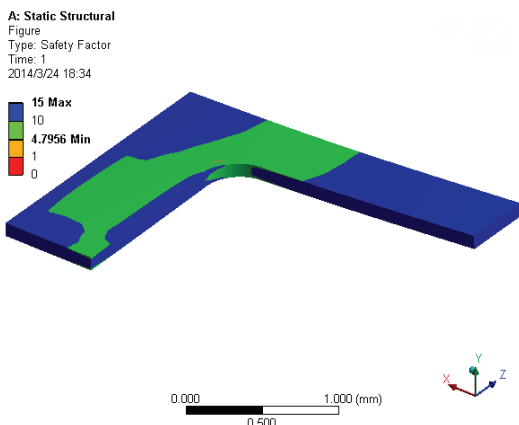

图 25-34 安全系数云图
11) 在 Outline 树结构图中的 Safety Factor 上单击右键, 在弹出的快捷菜单中选择 Evaluate All Results, 此时进行求解, 求解后得到的图形如图 25-34 所示。在得到的细节窗口中, 单击 Results> Minimum 前的框, 使其出现 P 字, 代表其设置为参数, 如图 25-35 所示。